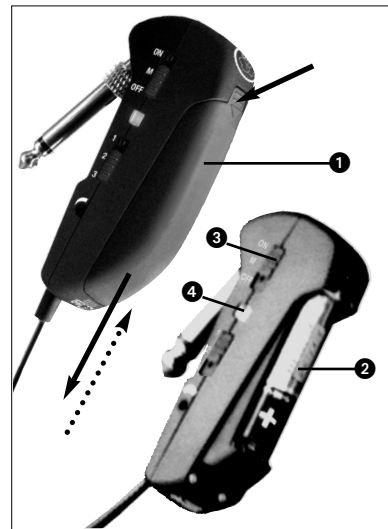

Abb. 2: Batterie einlegen
3.1 Batterie einlegen/austauschen und testen (siehe Abb. 2)
- Legen Sie die mitgelieferte bzw. neue Batterie (2) wie in Abb. 2 gezeigt in das Batteriefach ein.
- Stellen Sie den ON/MUTE/OFF-Schalter (3) auf ON.